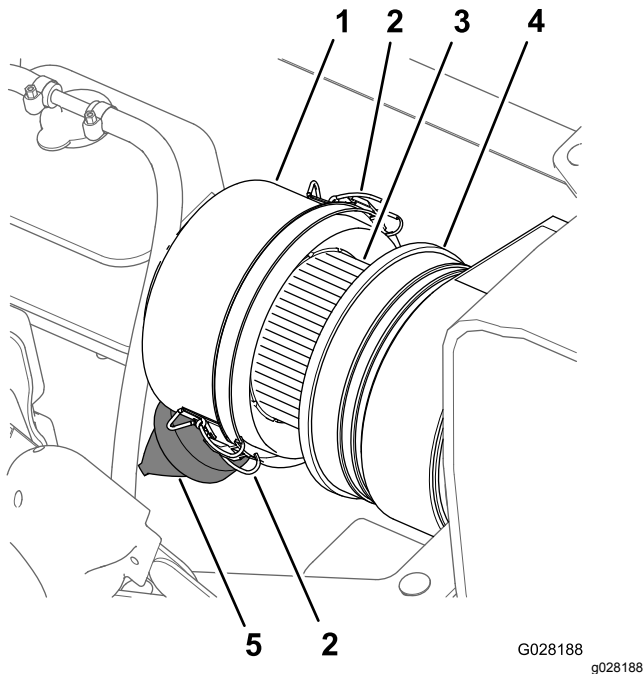
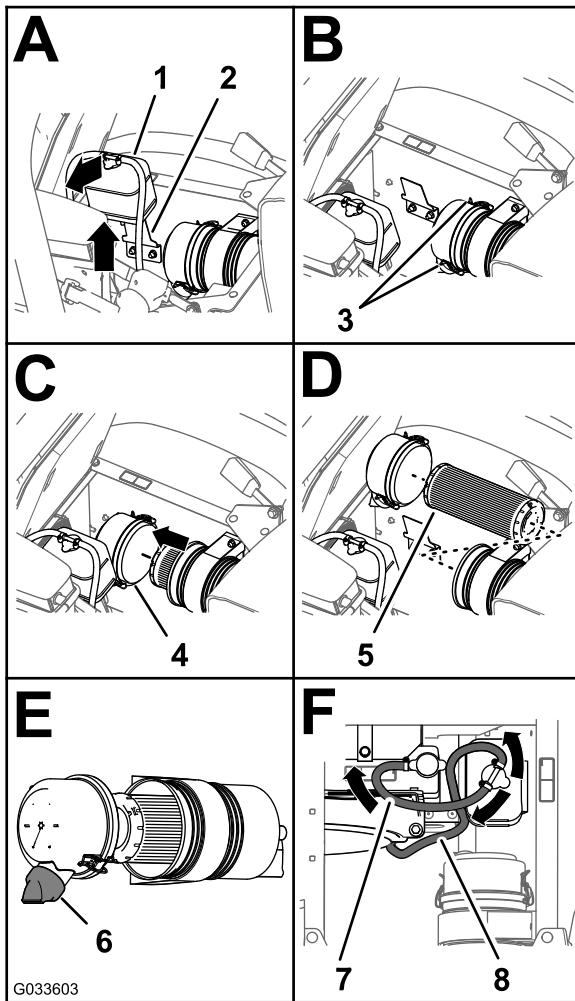

図 67
図 68
3. エアクリーナのボディーとダストキャップをきれいに拭く 図 67。
4. エアクリーナ本体にリーク原因となる傷がないか点検する 図 67。
5. ダストバルブをмонде、内部のごみを除去する 図 67。
7. エアフィルタのエレメントが汚れすぎていないか点検する 図 67。
8. エアクリーナのボディにダストキャップを取り付け、ラッチ2個で固定する 図 67。
2. エアクリーナのボディとダストキャップをきれいに拭く 図 67。
3. 冷却液オーバーフロータンクを持ち上げてブラケットから取り外す 図 68。
4. ダストキャップをエアクリーナのボディーに固定しているラッチ2つを外す 図 68。
6. ぬれたウェスを使って、ダストキャップ、エアクリーナのボディ、ダストバルブの内部をきれいに清掃する 図 67 と 図 68。
7. エアクリーナボディにフィルタエレメントを取り付ける 図 68。
8. エアクリーナのボディーにカバーを取り付け、ラッチ2個で固定する 図 68。
注 ダストバルブは、後ろから見たときに時計の5時7時の方向になるように取り付けてください 図 68。
9. 冷却液タンクを、ROPSシールドのサポートブラケットにきっちりと入れる 図 68。